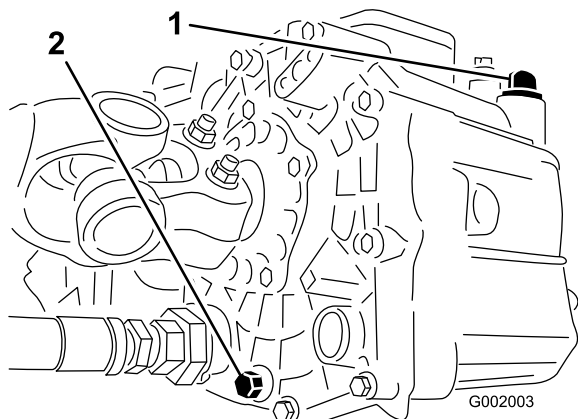

Figura 68
- Retire o bужão de escoamento da parte lateral do reservatório e deixe o fluido hidráulico escorrer para o recipiente (Figura 68).